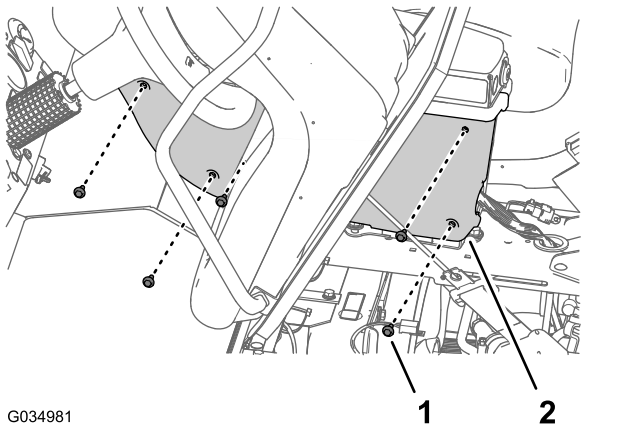

Figura 103
- Monte la tapa en la consola central con los 5 pernos con arandela prensada ($\frac{1}{4}$ " \times $\frac{3}{4}$ ") que se retiraron anteriormente (Figura 103), y apriete los pernos a 520-678 N-cm (46-60 pulgadas-libra).